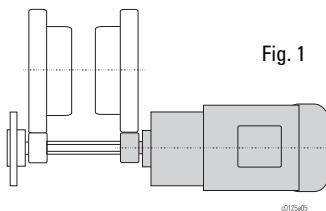

Fig. 1
- mit Ritzel für Durchtrieb (Fig.1), (Innensechskant)
- with pinion for drive shaft (Fig. 1) (hexagon socket)
- avec pignon pour un arbre transversant (Fig. 1), (à six pans creux)